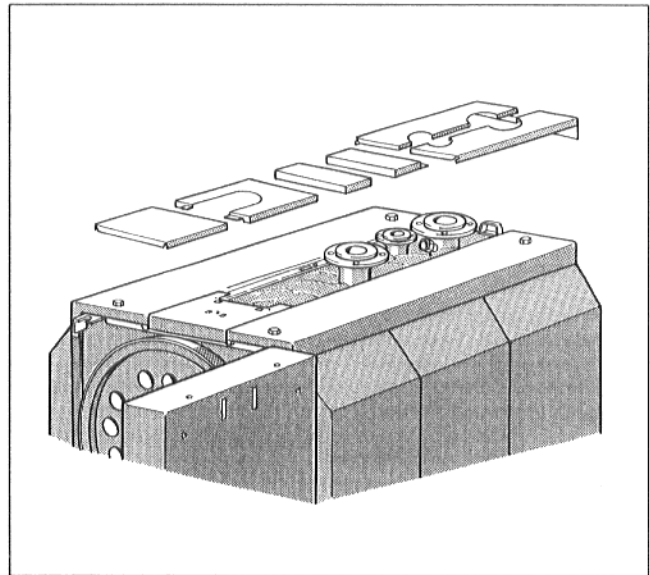

Fig. 18
- Placer les 4 parties pleines du capot supérieur selon la Fig. 18 aux rebords des parties latérales du capot.